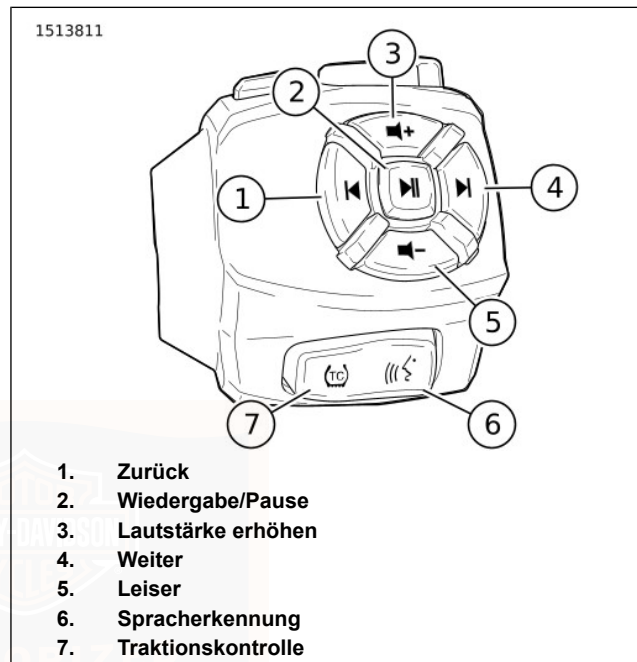

Abbildung 37. RHCM – unten
Siehe Abbildung 37. Die „Zurück“-Taste (1) drücken, um die vorherige Mediendatei auszuwählen.
Siehe Abbildung 37. Die „Weiter“-Taste (4) drücken, um die nächste Mediendatei auszuwählen.
Siehe Abbildung 37. Die „Wiedergabe/Pause“-Taste (2) drücken, um die aktuelle Mediendatei wiederzugeben oder anzuhalten.
Siehe Abbildung 37. Die „Lautstärke erhöhen“-Taste (3) drücken, um die Lautstärke zu erhöhen.
Siehe Abbildung 37. Die „Lautstärke verringern“-Taste (5) drücken, um die Lautstärke zu verringern.
Siehe Abbildung 37. Die Spracherkennungstaste (6) aktiviert die Spracherkennungsfunktionen an einem angeschlossenen Mobilgerät.
Siehe Abbildung 37. Die Traktionskontrolltaste (7) aktiviert und deaktiviert das Traktionskontrollsystem.
Siehe Abbildung 35 > und Abbildung 37 >.
Siehe Abbildung 37. Die Spracherkennung kann verwendet werden, um einen Anruf über IM vorzunehmen.
Siehe Abbildung 37. Der Spracherkennungsschalter (6) aktiviert Spracherkennungsfunktionen auf einem angeschlossenen Gerät (sofern unterstützt). Bei angeschlossenen Headset den Spracherkennungsschalter drücken. Sprechen Sie den gewünschten Befehl in das Mikrofon der Sprechgarnitur.